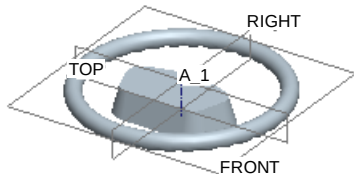

图 4.4.37 轴
Step7. 创建图 4.4.37 所示的基准轴。单击 **模型** 功能选项卡 **基准** 区域中的“轴”按钮 ，按住 Ctrl 键，选取 TOP 基准平面和 RIGHT 基准平面，系统即创建基准轴线 A_1。